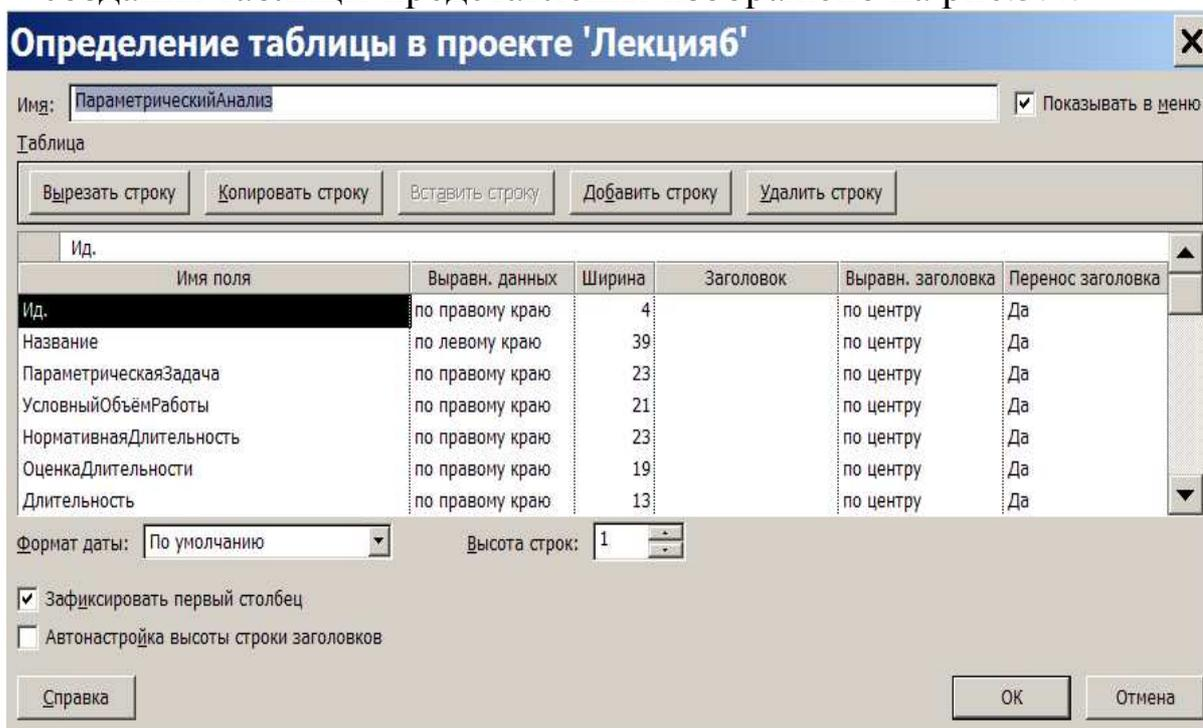

Рис.5.4. Окно создания таблицы представления
5. Создать таблицу представления с именем *ПараметрическийАнализ*, включив в неё поля *Ид*, *Название*, *ПараметрическаяЗадача*, *УсловныйОбъёмРаботы*, *НормативнаяДлительность*, *ОценкаДлительности* и *Длительность (Вид/Таблица/Другие таблицы/Создать)*. Окно создания таблицы представления изображено на рис.5.4.